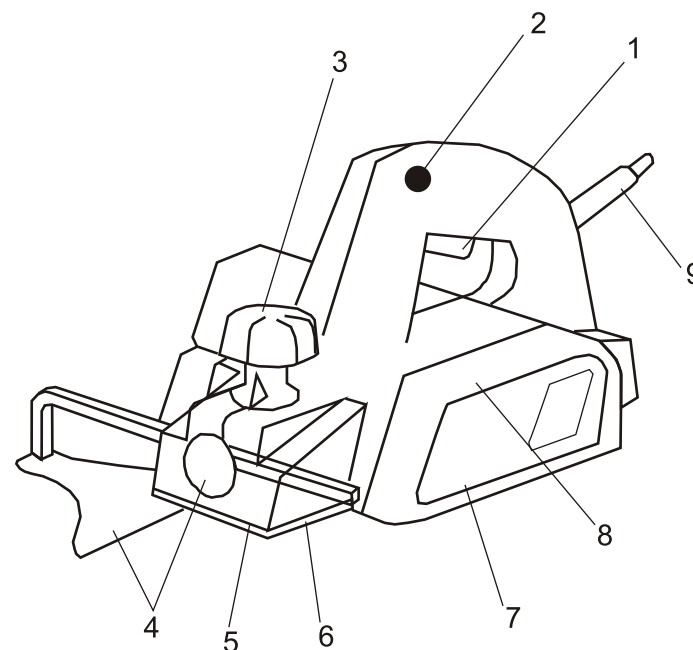

Рис. 1
7.3 Вращением ручки 3 (см. Рис. 1) установить необходимую глубину строгания. Максимальную глубину устанавливать при черновом обдирочном строгании. При окончательной обработке устанавливать незначительную глубину строгания.
4.1 Внешний вид рубанка представлен на рис.1